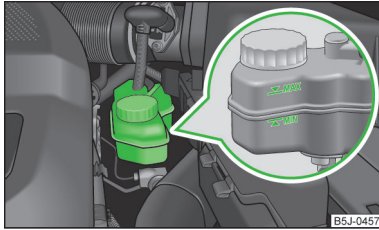

Fig. 129
- Si el nivel de líquido desciende por debajo de la marca MIN, » fig. 129 de la página 175 no siga conduciendo. ¡Existe peligro de accidente! Recorra a la asistencia profesional de un taller especializado.
- Compruebe el nivel del líquido de frenos en el depósito » fig. 129.